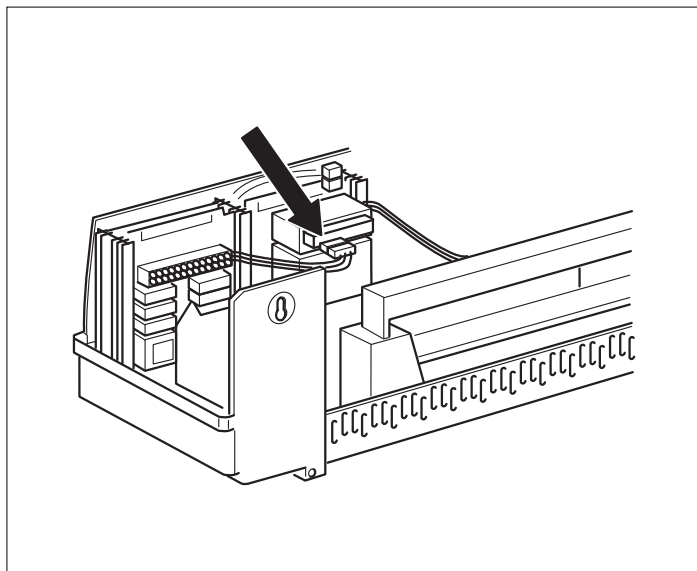

Рис. 16 Подключение напряжения 230 В
- Вставьте соединительный штекер (230 В) модуля в предусмотренный для него разъем на штекерной планке (при подключении модуля в разъеме 2, → Рис. 16).